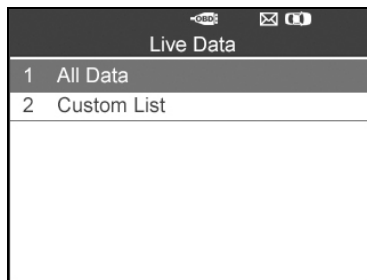

Abbildung 4.30
- 1) Wählen Sie im Menü der Live-Daten über die Scrolltaste **NACH OBEN/UNTEN** die Option **Alle Daten** aus und drücken Sie die **Y**-Taste. (Abbildung 4.30)
- 1) Verwenden Sie zum Abrufen der Live-Sensordaten die Scrolltaste **NACH OBEN/UNTEN**, wählen Sie unter **Live-Daten Benutzerdefinierte Liste** aus und drücken Sie die **Y-Taste**. (Abbildung 4.30)